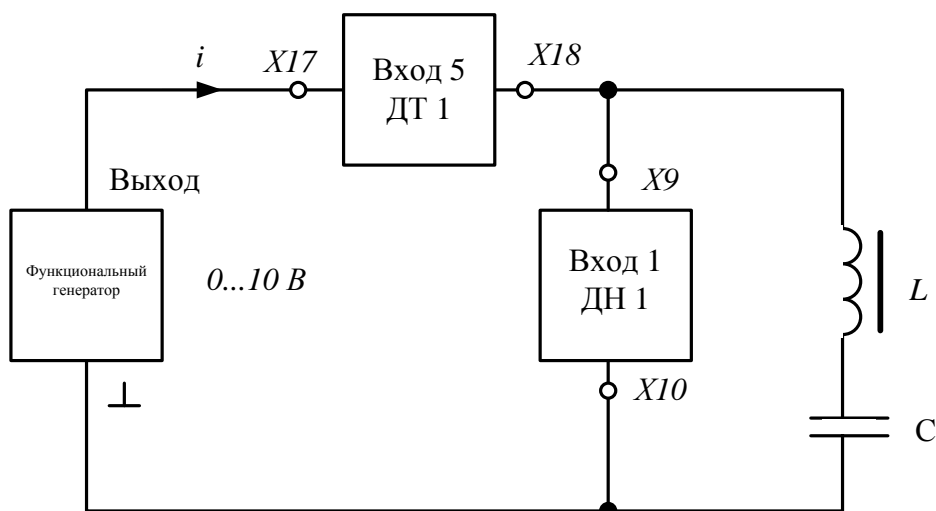

Рис. 1П
2. Рассчитать  $U(I)$  цепи (рис. 1П), используя экспериментальную ВАХ катушки и параметры линейных элементов.